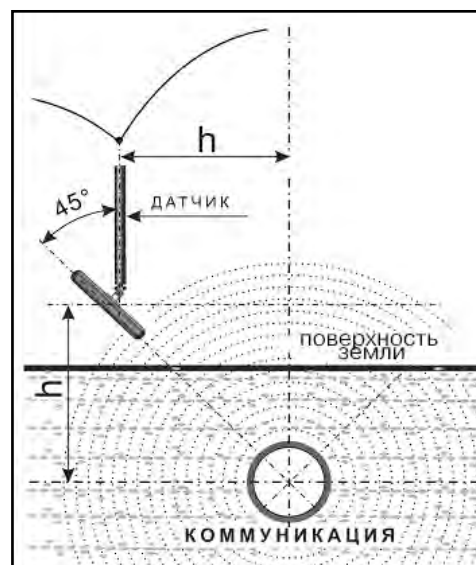

Рис.8.1
2. При положении антенны ЭМД перпендикулярном трассе и под углом 45° к поверхности земли, минимум сигнала наблюдается на удалении от точки «над трассой», равном глубине залегания коммуникации, когда ось антенны пересекает ось трассы. Это косвенный метод измерения глубины залегания коммуникации (рис. 8.1).